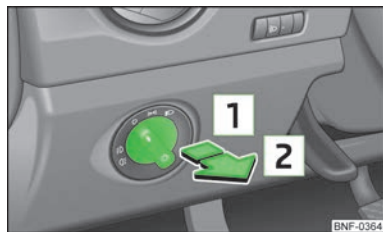

Fig. 22
- Girar primero el conmutador de luces » **fig. 22** a la posición **»** o **»**.
- Girar primero el conmutador de luces » **fig. 22** de la página 30 a la posición **»** o **»**.
- Girar el conmutador de luces » **fig. 22** de la página 30 a la posición **»** y bloquear el vehículo.